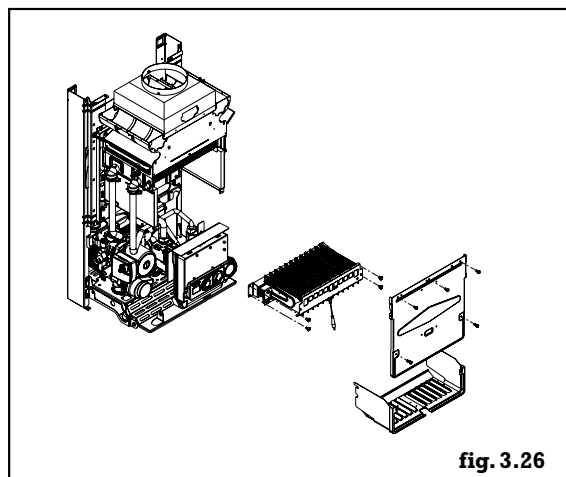

fig. 3.26
- déposer l'habillage, la face avant et le dessous de la chambre de combustion (fig.3.26)
- Déposer la face avant et le dessous de la chambre de combustion (fig. 3.26)